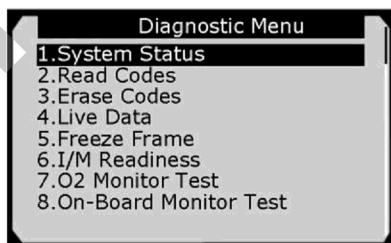

Рисунок 5-3
7) Ознакомьтесь со сводной информацией о состоянии системы (состояние индикатора MIL, количество диагностических кодов неисправностей, статус монитора), отображаемой на экране дисплея сканера. См. рисунок 5-1. Нажмите кнопку **ESC**, чтобы перейти к **меню диагностики** (см. рисунок 5-3).
1) С помощью кнопки прокрутки вверх/вниз выберите пункт **Read Codes** [Считывание кодов] в меню диагностики, а затем нажмите кнопку **OK**. См. рисунок 5-3.
- 1) С помощью кнопок прокрутки вверх/вниз выберите пункт **Erase Codes [Стереть коды]** в меню диагностики, а затем нажмите кнопку **OK**. См. рисунок 5-3.
- 1) Для просмотра оперативных данных используйте **кнопки прокрутки вверх/вниз**, чтобы выбрать пункт **Live data [Оперативные данные]** в меню **диагностики**, а затем нажмите **кнопку OK**. См. рисунок 5-3.